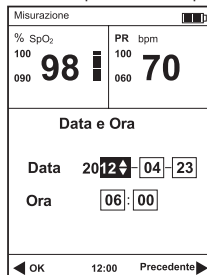

Fig. 4-2
2) Premere il pulsante di navigazione per selezionare elemento "Data e ora", poi premere il tasto OK per accedere alla schermata di impostazione tempo, fare riferimento alla Fig.4-2.